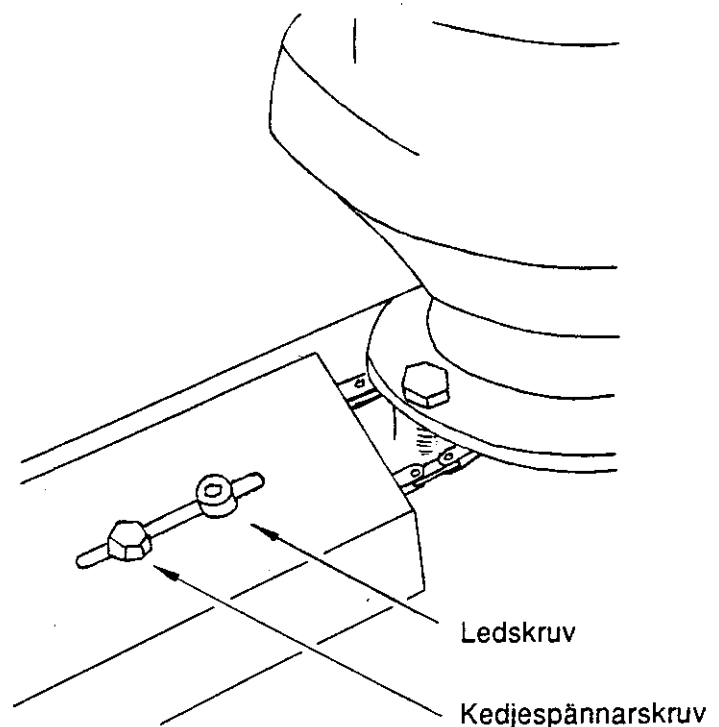

Fig 6: Justering drivkedja
6.2 Skötsel av drivkedjan (Fig 6)